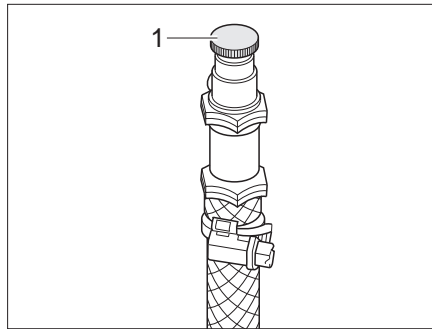

Bild 275 Entlüftungsventil Warmwasser-Heizung
- Das Entlüftungsventil (Bild 275,1) öffnen und geöffnet lassen, bis keine Luft mehr austritt.